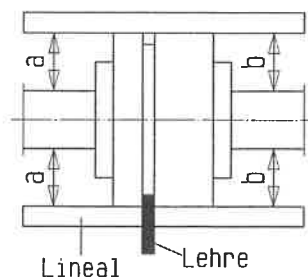

Figura 4 - Regolazione del giunto con calibro e righello
- Prima di regolare il giunto, allentare le viti (901.12) tra staffa di supporto (330) e piedino (183); serrare solo dopo aver eseguito la regolazione. Dopo aver serrato le viti (901.12), ripetere la misurazione.
- Il gruppo è regolato correttamente, se un righello appoggiato assialmente sui due semi-giunti mostra la stessa distanza dal rispettivo albero su tutti i punti della circonferenza. I due semi-giunti devono inoltre avere la stessa distanza tra loro su tutta la circonferenza. Verificare tale condizione con una sonda, un calibro o un calibro a quadrante; vedere Figura 4 e 5.